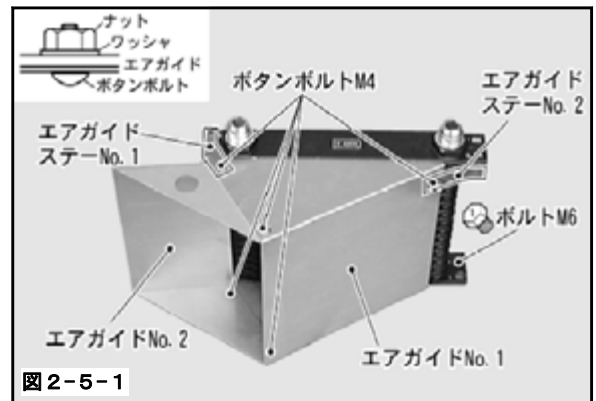

図 2-5-1
- (1) ボタンボルトM4, プレーンワッシャM4用, ナットM4を使用して、オイルクーラエアガイドNo.1, オイルクーラエアガイドNo.2, オイルクーラエアガイドステーNo.1, オイルクーラエアガイドステーNo.2を組立ててください。(図 2-5-1)
- (2) 2-5. (1) をオイルクーラコアに被せ、ボルトM6 L=15, プレーンワッシャM6用, スプリングワッシャM6用, ナットM6を使用して固定してください。(図2-5-1)